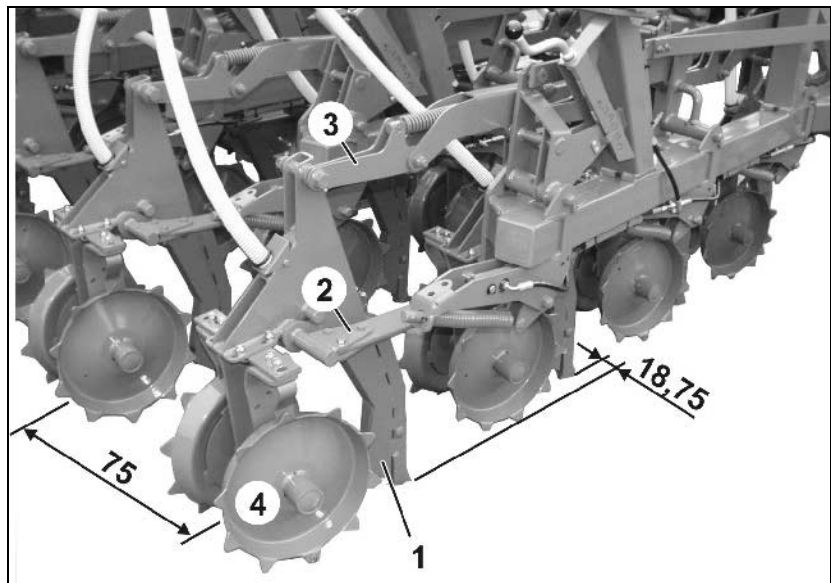

Рис. 30
Долотообразные сошники (Рис. 30/2) размещены в 4 ряда друг за другом со смещением. Таким образом, обеспечивается расстояние между соседними сошниками 75 см. Ширина между рядами составляет 18,75 см.
- Возможность отклонения по горизонтали благодаря нижней тяге из пружинной стали (Рис. 30/2).
- Возможность отклонения по вертикали благодаря силе пружины изгибающейся верхней тяги (Рис. 30/3).
Глубина заделки семян определяется посредством глубины хода долотообразных сошников (Рис. 30/1). Эту глубину хода принимают на себя установленные сзади долотообразных сошников сдвоенные диски (Рис. 30/4), сконструированные в виде двойных дисков.